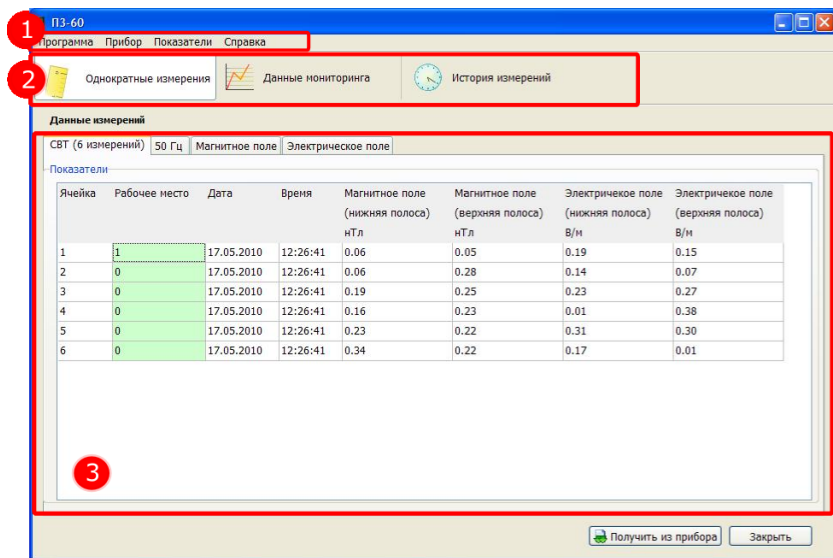

Рис. 6. Главное окно
Главное окно программы (см. рис. 6) состоит из главного меню (1), панели инструментов (2) и области измерений (3). Область измерений является основным рабочим полем приложения.